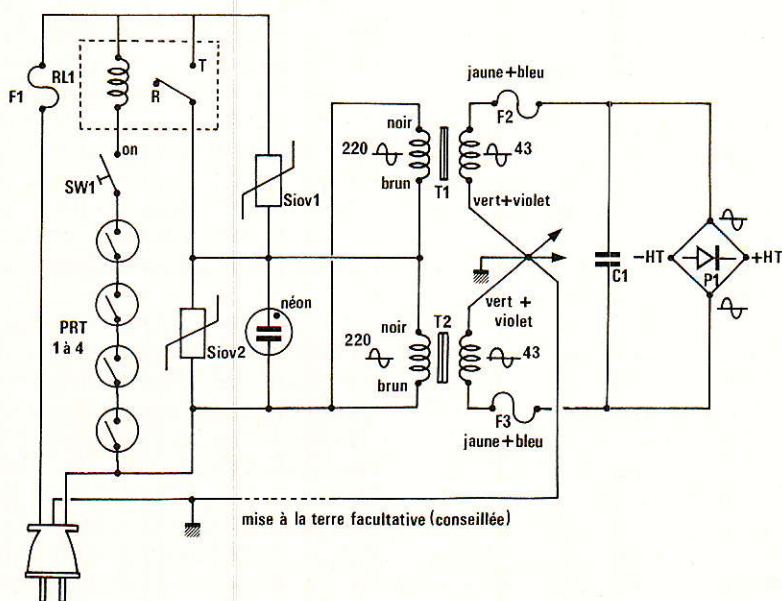
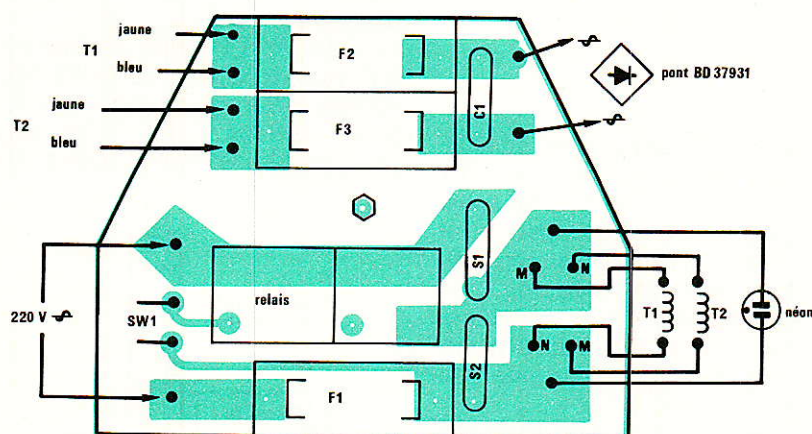

Figure 3
Figure 11
La part de schéma commune est présente en figure 3 et va de la prise de courant au pont redresseur unique. L'emploi des 2 transfo torique 470 VA impose des précautions efficaces mais peu coûteuses dans la pratique.
Les primaires des transfo T₁ et T₂ sont montés en opposition de phase pour minimiser les nuisances 50 Hz et cette phase est adoptée au secondaire comme l'indiquent les points de repère sur la **figure 3**. **Chacun des transfo voit en réalité ses 2 secondaires 43 V mis en parallèle** pour disposer d'un courant efficace de 11 Ampères.
Les fils 43 V (Jaune + Bleu) comportent un fusible rapide 10 A (F₂ et F₃) protégeant les secondaires T₁ et T₂. Des connexions solides vont alors au pont 400 V/25 A (P₁) via l'antiparasite C₁. L'essentiel de la figure 3 sera regroupée sur un petit circuit imprimé pour faciliter les choses.
La contre-face de tôle sera percée posée sur une planche de chêne pour ne pas la déformer vu l'épaisseur 0,5 mm et les contraintes à venir. Elle porte en effet les 2 transfos et l'alimentation alternative de la figure 3 comme le montre la figure 9.
Monter les composants comme l'indique la figure 11. Procéder ensuite à l'assemblage mécanique des composants selon les précisions de la figure 9. Commencer par le pont P_1 , puis poser le circuit imprimé alternatif. Le serrage recto-verso de la visserie sur la tôle de contre-face permet de simplifier la maintenance.
Serrer ensuite ces écrous de T_1 et T_2 au maximum possible sans déformer la tôle de contre-face (ou très peu) qui se creuserait en dessous en posant des problèmes ensuite. Câbler alors tout ce qui semble évident conformément à la figure 3, après avoir torsadé
Superposer façade et contre face en remontant les poignées, puis continuer le câblage en évitant aux fils de toucher SW₁ et le radiateur de P₁. Employer au besoin de la gaine caoutchouc pour éliminer les frictions et respecter les couleurs des fils de T₁ et T₂ comme en figure 11, conformément à la figure 3.
Les protecteurs thermiques étant placés sur les amplis, prévoir un fil souple (2 conducteurs fins à gaine solide tenant la chaleur) de 50 cm monté entre un point marqué « SW₁ » sur la figure 11, et l'une des bornes utiles de l'interrupteur général (TH). Veiller enfin à ce que les deux points néon du « TH » (SW₁) soient largement isolés de la tôle de contre-face.